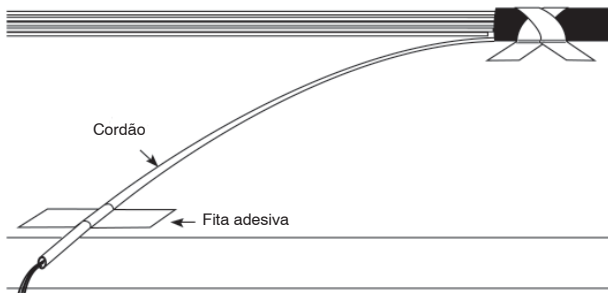

Figura 21
8.1 Prenda a extremidade do cabo numa superfície de trabalho em baixo com fita adesiva, de maneira a que as marcas nos cordões alcancem o bordo da superfície de trabalho (ver Figura 21).
8.3 Aplique fita adesiva no cordão a receber o BTF, de maneira a que 1-2 polegadas do tubo descaem da borda da superfície de trabalho, conforme indicado na Figura 21.